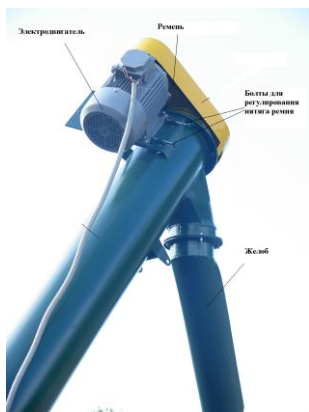

Рис.7 Проверка натяжения ремня разгрузочного транспортеров
11.3 Проверка и регулировка натяжения ремня разгрузочного транспортеров. Натяжение ремня осуществляется болтами регулирования на плите электродвигателя (рис.7). Нормально натянутый ремень при нажиме усиленным 40 Н на середину ветви должен прогибаться на 10-15 мм.